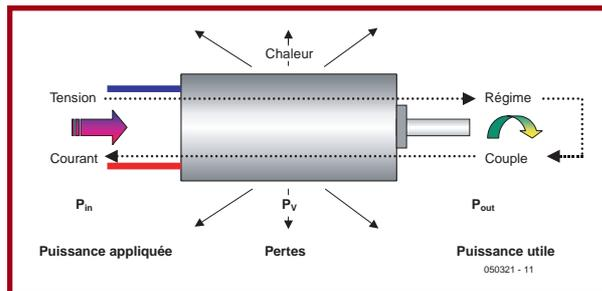

Figure 1. Le moteur électrique, un convertisseur de puissance très efficace.
Le moteur électrique est un convertisseur qui transforme le produit de la tension (U) et du courant (I), la puissance électrique (P_{in}), en puissance mécanique (P_{out}). Celle-ci s'exprime aussi par le produit du nombre de tours (n) et du couple (M). Le rendement (η) s'exprime par le rapport entre la puissance de sortie et la puissance d'entrée. La différence entre la puissance de sortie et la puissance d'entrée donne la puissance dissipée (**figure 1**) qui ne s'annihile pas simplement mais est convertie en chaleur. La chaleur dissipée élève la température interne du moteur, ce qui dégrade le rendement (par augmentation de la résistance du cuivre) jusqu'à la destruction thermique par surcharge. Cela peut déjà se produire à 120...150°C avec des matériaux magnétiques sensibles à la température. Un bon rendement est fondamental pour améliorer la « conversion alimentaire » d'un moteur électrique, mais surtout pour accroître sa durée de vie. La différence entre les valeurs du rendement de 80% et de 90% de deux moteurs de même taille vaut « seulement » 10%, mais la différence de puissance dissipée atteint 50%. La puissance maximale pouvant être absorbée par un moteur électrique dépend donc de façon cruciale de son rendement. On pourrait bien entendu recourir aux méthodes de refroidissement forcé, par exemple à un ventilateur incorporé. Or ces unités supplémentaires, en plus de compliquer le moteur, consomment aussi de l'énergie, particulièrement avec une faible charge, lorsque le nombre de tours est élevé, bref lorsque cela est inutile. Ne perdons toutefois pas de vue les avantages : un nombre de tours élevé (> 50 000 tr/mn) ne constitue plus un